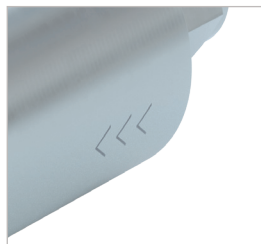

Abbildung 1
**Achtung:** Beachten Sie die Durchflussrichtung – die Durchflussrichtung ist auf dem Filtergehäuse aufgraviert (*Abbildung 1*).